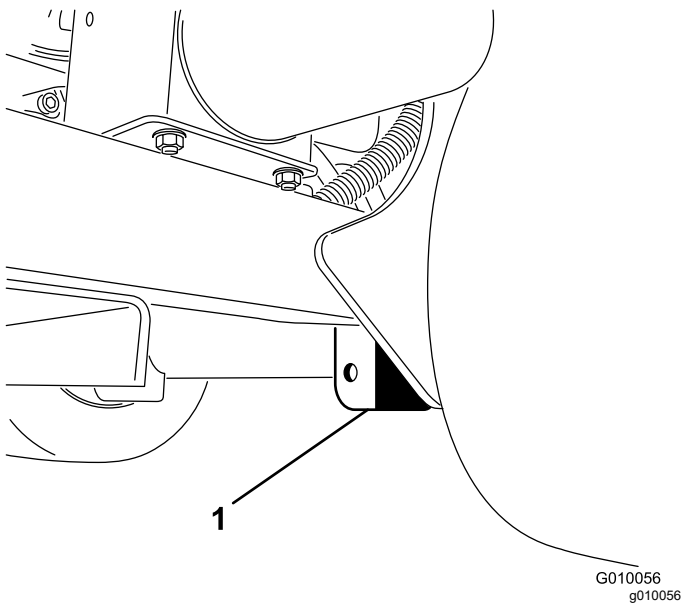

Figure 38
3. Placez le cric solidement sous la plaque du cadre, juste à l'intérieur de la roue arrière (Figure 38).